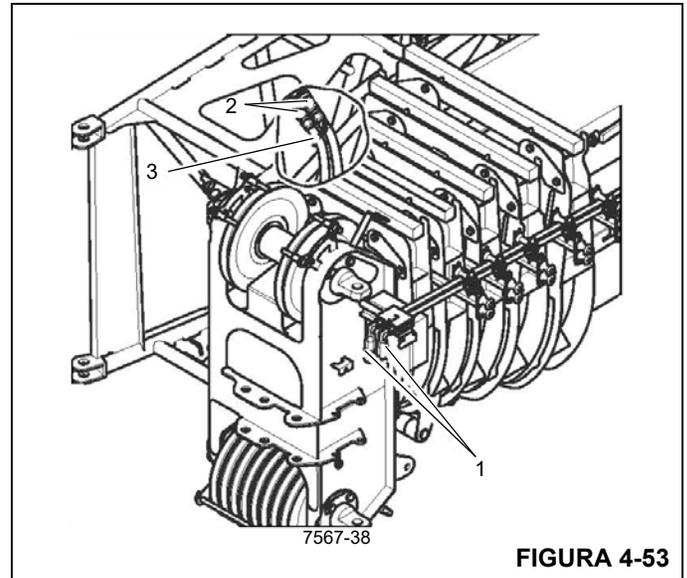

FIGURA 4-53
1. Retire las mangueras (2) de las conexiones (1) (Figura 4-53).
2. Tape las mangueras y conexiones (1) con las tapas protectoras.
3. Asegure las mangueras en el sujetador (1) de la extensión de 11 m (36 pies).